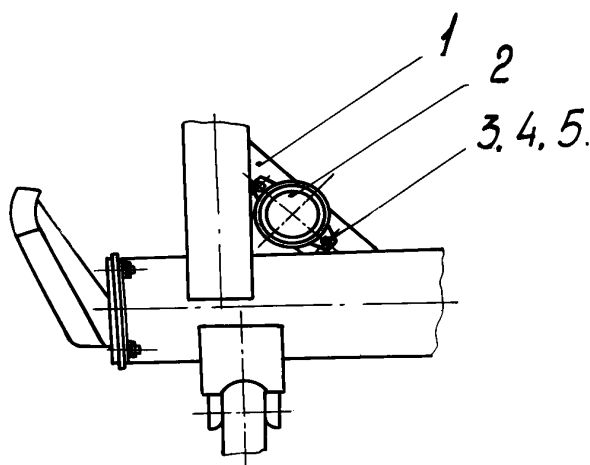

Рис.4 Установка световозвращателей:
- 8) установить на каждую грабельную решетку световозврататели 2 (рис. 4), закрепив их на кронштейнах 1 при помощи болтов 3, гаек 4 и пружинных шайб 5